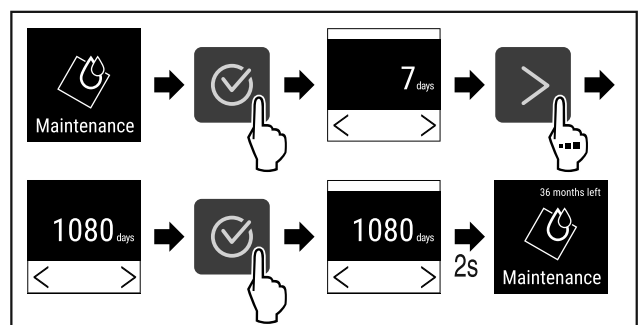

Fig. 79
- ▶ Изпълнете стъпките (виж Fig. 79).